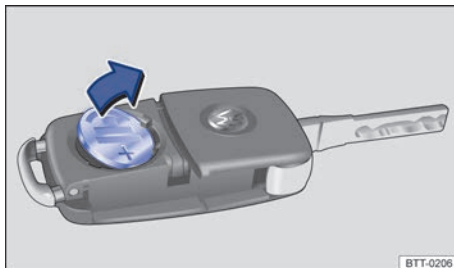

Fig. 21 Llave del vehículo con mando a distancia: retire la pila.
- Retire la pila de su alojamiento con una herramienta adecuada → **fig. 21**.
- Coloque la nueva pila según lo indicado → **fig. 21** y presiónela en el sentido contrario al de la flecha hacia dentro de su alojamiento → ②.